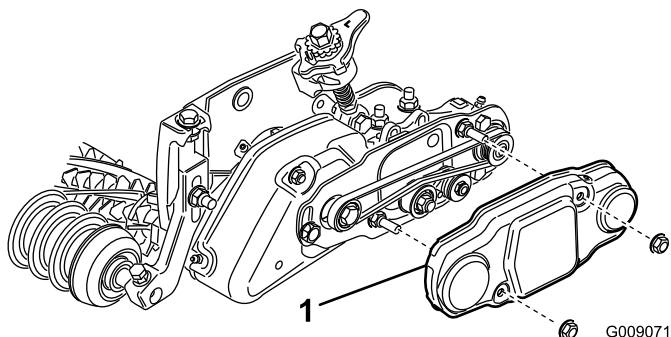

Figura 36
- Coloque la cubierta de la correa sobre los pernos de montaje y sujétela con 2 tuercas con arandela prensada (Figura 36).